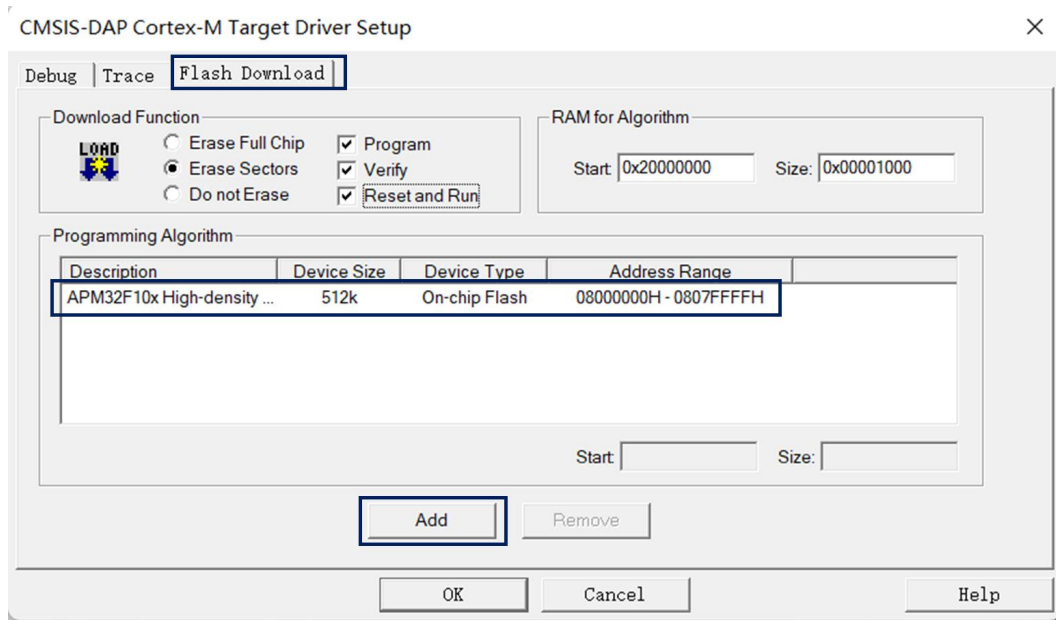

图 7
- 4) 进入“Flash Download”界面，选择“Programming Algorithm”，点击“Add”按键，添加相应的 Flash，见图 7：